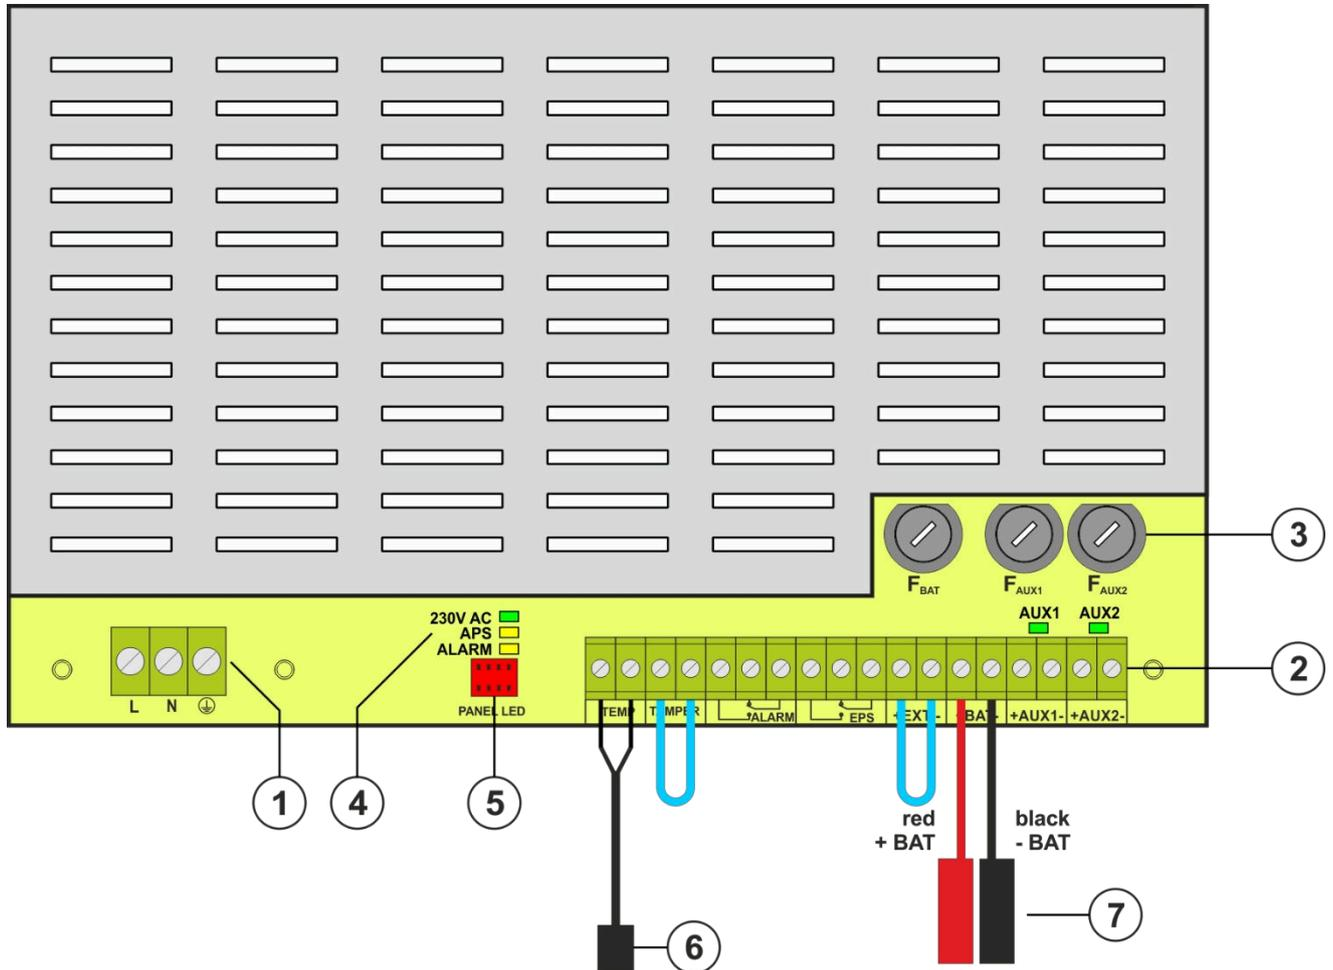

Fig. 2. Vue du module d'alimentation basé sur EN54C-2A7.
Tableau 1. Éléments de la PSU (Fig. 2).
①	Connecteur d'alimentation 230 V avec une borne pour la connexion d'un conducteur de protection
②	<p>Terminaux :</p> <p>TEMP - entrée du capteur de température de la batterie</p> <p>TAMPER - entrée du micro-interrupteur d'autoprotection Entrée fermée = pas d'indication Entrée ouverte = alarme</p> <p>ALARME - Sortie technique en cas de défaillance collective de l'unité d'alimentation - type relais</p> <p>EPS - Sortie technique de l'indication de la défaillance de l'alimentation en courant alternatif ouvert = Défaut d'alimentation en courant alternatif fermé = Alimentation en courant alternatif - O.K.</p> <p>EXTi - entrée de défaillance externe Entrée fermée = pas d'indication Entrée ouverte = alarme</p> <p>+BAT- - pour le raccordement de la batterie</p> <p>+AUX1- - Sortie de puissance AUX1 (- AUX=GND)</p> <p>+AUX2- - Sortie de puissance AUX2 (- AUX=GND)</p> <p>ATTENTION ! Dans la figure 2, l'ensemble des contacts indique un état sans potentiel du relais, ce qui correspond à une coupure d'alimentation.</p>
③	<p>Fusibles :</p> <p>FBAT - fusible dans le circuit de la batterie, FAUX1 - fusible dans le circuit de sortie AUX1, FAUX2 - dans le circuit de sortie AUX2,</p> <p>Les valeurs des fusibles sont indiquées dans le tableau 4 - "Paramètres électriques".</p>
④	<p>LED - indication optique :</p> <p>230 V AC - tension dans le circuit 230 V AC</p>
①	PSU (Tab. 1, Fig. 2)
②	Capteur de température de la batterie
③	Connecteurs de batterie ; positif : +BAT= rouge, négatif : - BAT= noir
④	Un emplacement pour l'installation de modules supplémentaires
⑤	TAMPER ; micro-interrupteur (contacts) de protection anti-sabotage (NC)
⑥	Montage de la batterie
⑦	Embossage pour presse-étoupe
⑧	Gaufrages pour fils cachés
⑨	Verrouiller